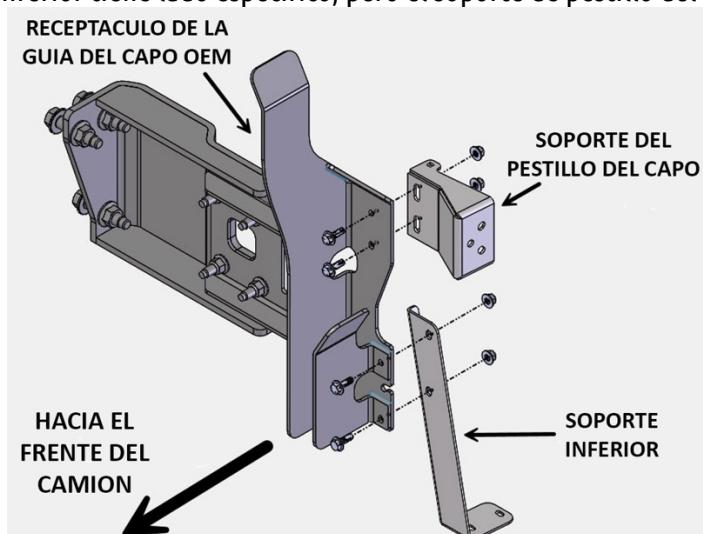

**Figura 3: Tornillos a quitar cuando se quita el pánel OEM (Lado del Piloto mostrado)**
24. Quite el panel de extensión del capo OEM (PEC) y los soportes. El método más fácil es quitar los 3 tornillos circulados en la Figura 3.